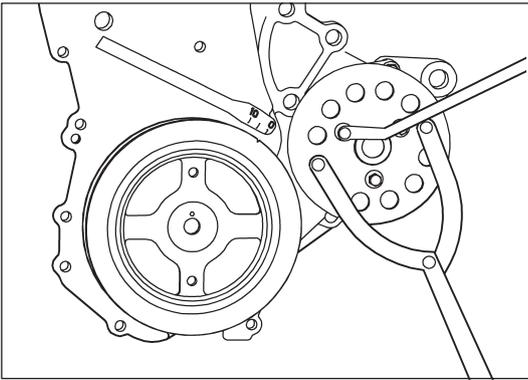
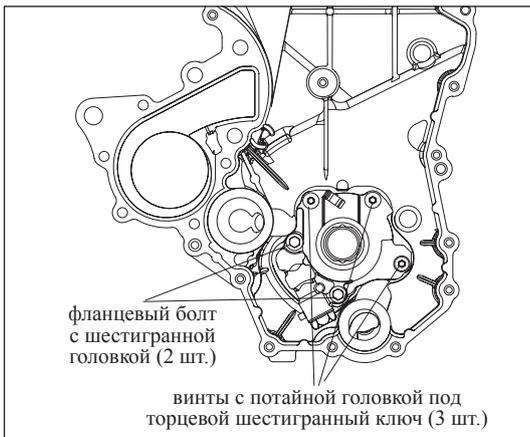

Рис. 10-4-2. Разборка шкива насоса ОЖ
Рис. 10-4-3. Снятие болтов и гаек
- (1) Слить охлаждающую жидкость из двигателя
- (2) Перед разборкой насоса ОЖ ослабить болт (М8×30) кронштейна регулировки генератора и фланцевый болт крепления генератора (М10×1.25×72), затем снять ремень привода генератора.
- (3) Снятие шкива насоса ОЖ.
- а) Зафиксировать шкив насоса ОЖ специальным приспособлением, затем открутить 3 болта (М6×12), как изображено на рис. 10-4-2.
- (4) Снятие насоса ОЖ и его прокладки
- а) Открутить 3 болта (М6×35) и 2 гайки с фланцами (М6), как изображено на рис. 10-4-3.